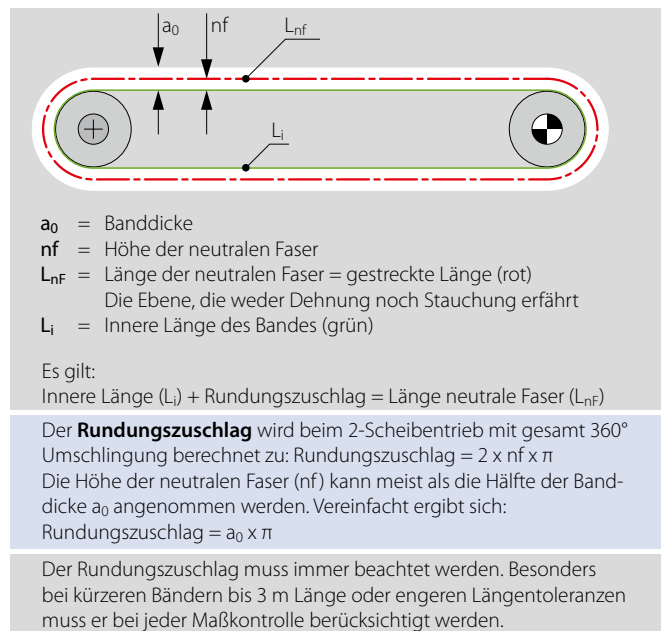

Abb. 1
Jede Längenangabe eines endlosen Transportbandes auf Auftragsdokumenten und Ersatzteilkarten bezieht sich auf seine sogenannten „innere Länge“ (L_i) in ungespanntem Zustand. Dieser Wert ist nicht identisch mit der Länge der sogenannten „neutralen Faser“! Als Bestell-Länge wird ausschließlich L_i verwendet. (Zum Zusammenhang dieser beiden Werte siehe Abb. 1)
* Rundungszuschlag siehe Erläuterung zu Abb. 1